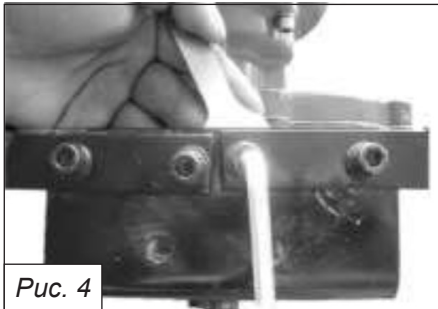

Рис. 4
1. Установка рукояток в горизонтальном положении (рис. 4);